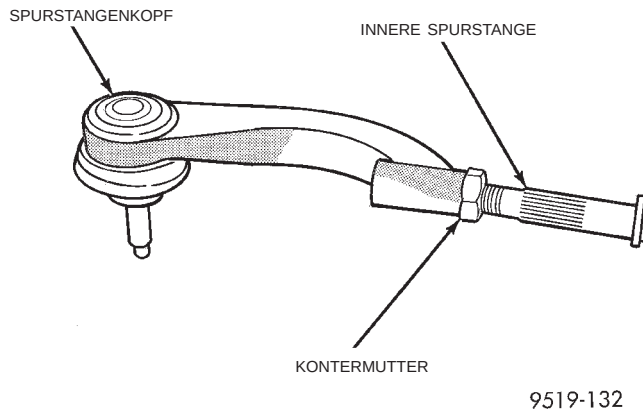

**Abb. 31 Kontermutter der inneren Spurstange am Spurstangenkopf**
(1) Die Kontermutter der inneren Spurstange am Spurstangenkopf lockern (Abb. 31).
(5) Spur der Vorderräder einstellen. Anleitungen hierzu finden Sie im Abschnitt "Vorder- und Hinterräder vermessen und einstellen" im Kapitel "Radaufhängung". Werte für die Spureinstellung sind in den Technischen Daten für dieses Fahrzeug zusammengefaßt.
(6) Die Kontermutter (Abb. 31) mit einem Anzugsmoment von 75 N·m (55 ft. lbs.) festziehen.
(7) Verdrehungen der Faltenbälge am Lenkgetriebe beseitigen.